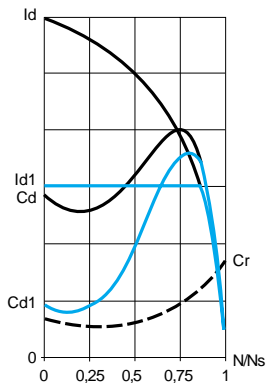

Figura 1
■ A figura 1 mostra a evolução do conjugado em função da corrente de partida. A limitação da corrente de partida  $I_{d1}$  a um valor predeterminado, provoca uma redução do conjugado de partida  $C_{d1}$ , praticamente igual à relação do quadrado das correntes  $I_d$  e  $I_{d1}$ .